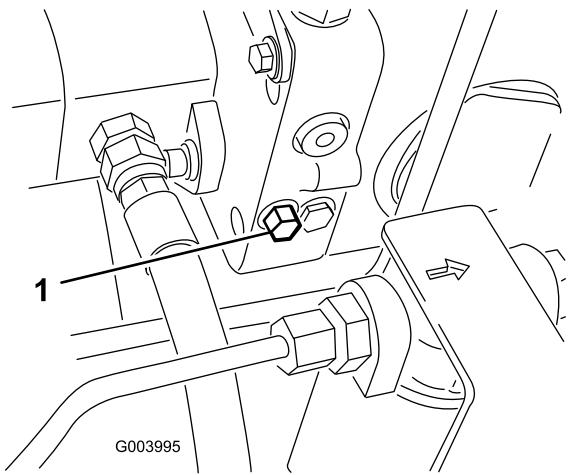

Figure 32
- La vanne de dérivation est située du côté gauche de l'hydrostat (Figure 32). Tournez le boulon une fois et demi pour ouvrir la vanne et permettre la dérivation interne de l'huile. Il est alors possible de déplacer la machine lentement sans endommager la transmission.